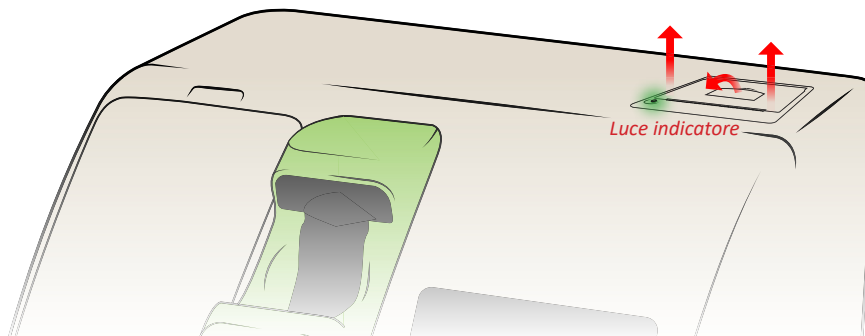

Figura 28
1. Tirare la leva della Figura 28 fino a quando il coperchio non viene rilasciato dalla posizione di blocco.